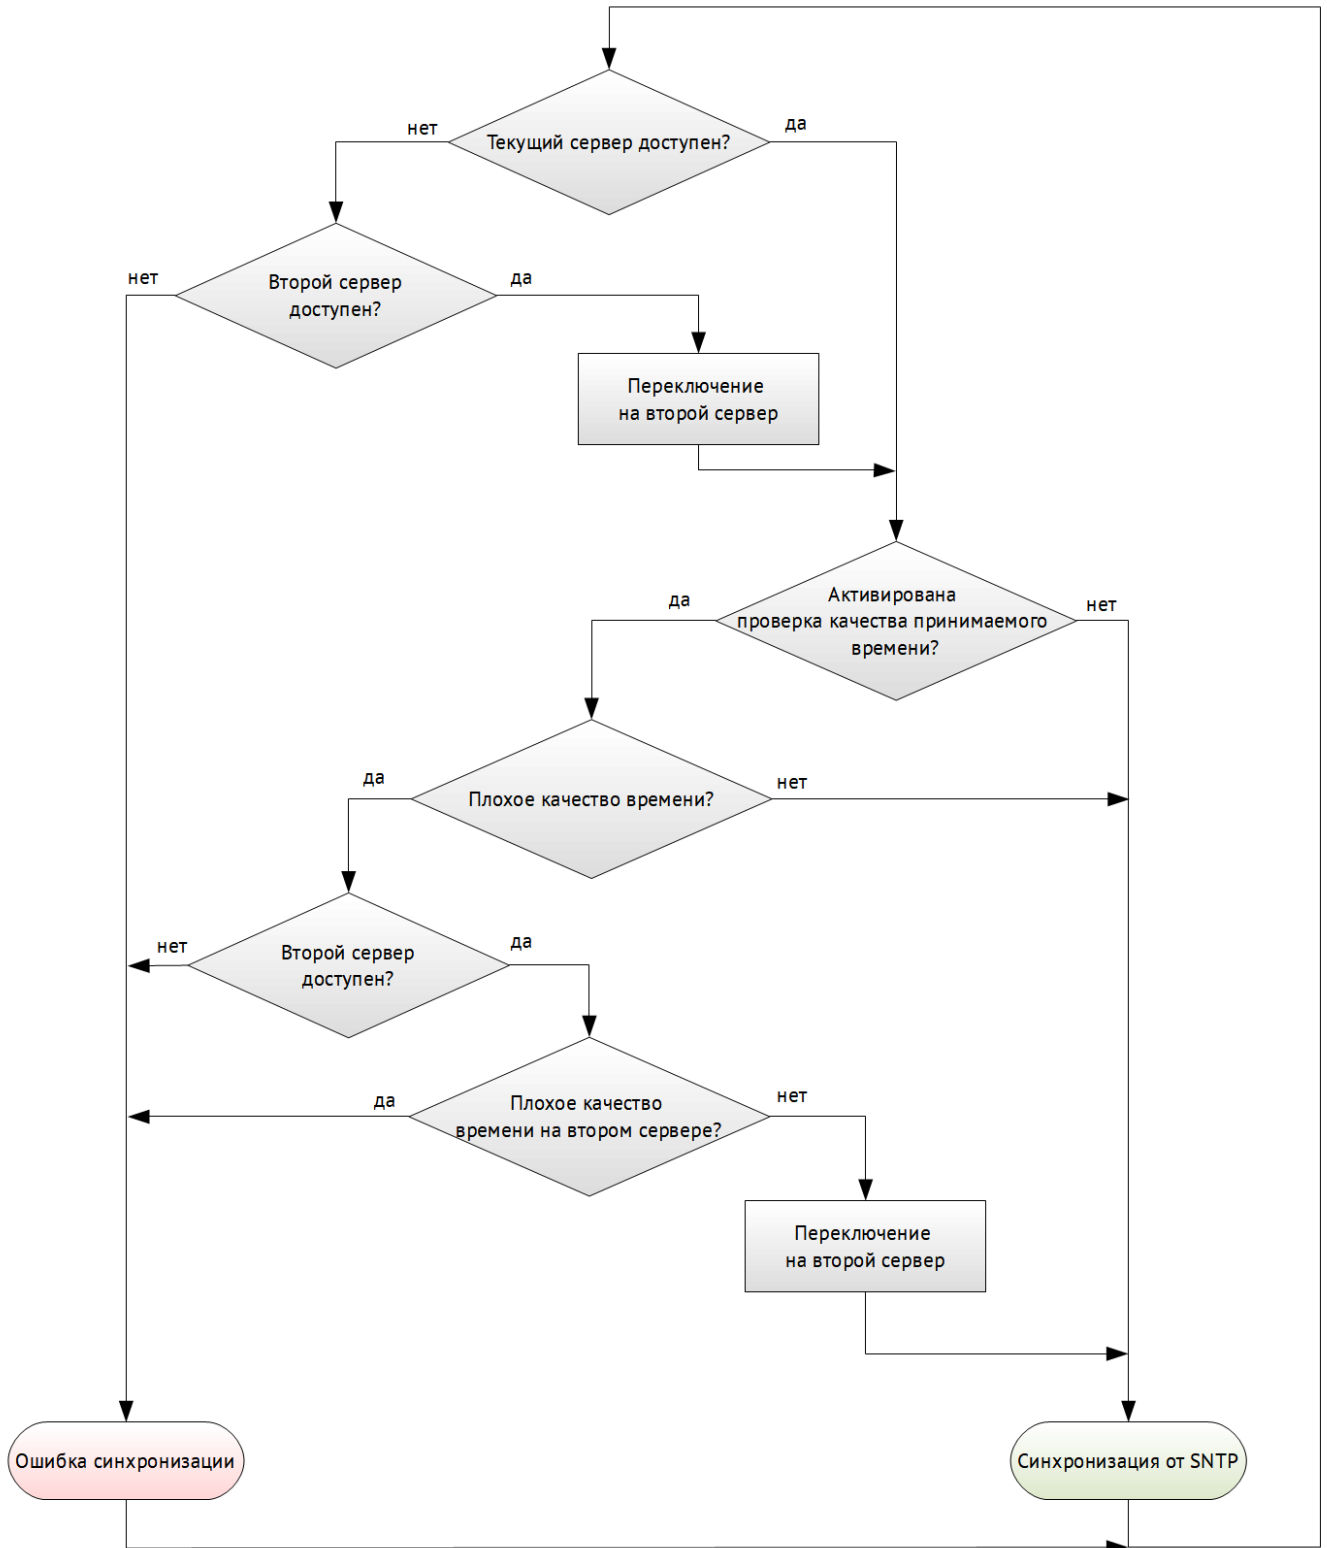

Рисунок 3.6. Алгоритм синхронизации внутренних часов ЭНИП-2 по протоколу SNTP
3.6.4 При синхронизации по протоколу SNTP доступна настройка основного и резервного серверов точного времени. Также возможно активировать формирование ошибки синхронизации при плохом качестве принимаемого времени. Если основной сервер недоступен или сформирована ошибка синхронизации, происходит переключение на резервный сервер. Алгоритм синхронизации и переключения между серверами представлен на рис. 3.6.